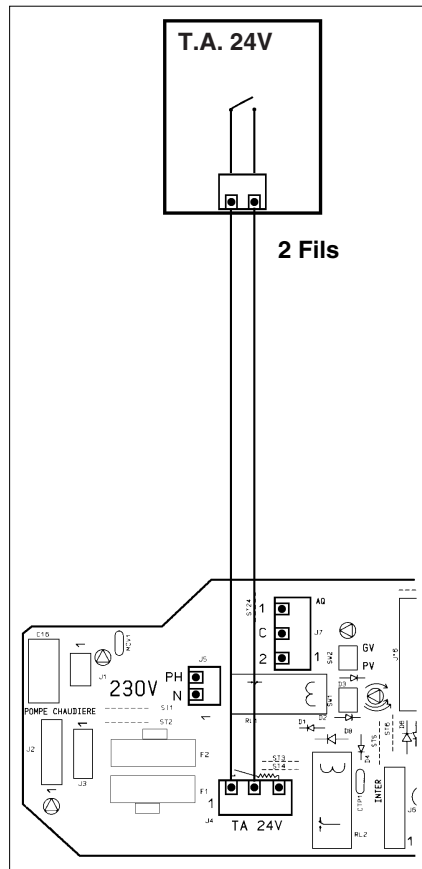

Fig. 16
Branchement (fig. 16)
- raccorder les 2 fils conformément au schéma (fig. 16).